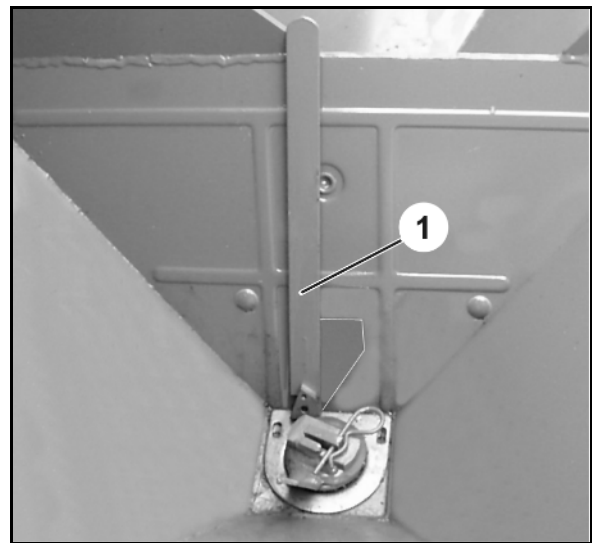

Рис. 104
4. После отворачивания барашковой гайки (Рис. 104/1) регулировочный рычаг (Рис. 104/2) должен дойти до упора (Рис. 104/3).
- В этом положении указатель (Рис. 104/4) положения заслонки должен показывать значение "11" на шкале.
Если это не так, измените соответствующим образом положение упора (Рис. 104/3) вращением соединительных штанг (Рис. 104/5):
6. Отверните контргайки (Рис. 104/6) соединительных штанг (Рис. 104/5).
7. Вращайте соединительную штангу до тех пор, пока упор (Рис. 104/3) не дойдёт до регулировочного рычага (Рис. 104/2).